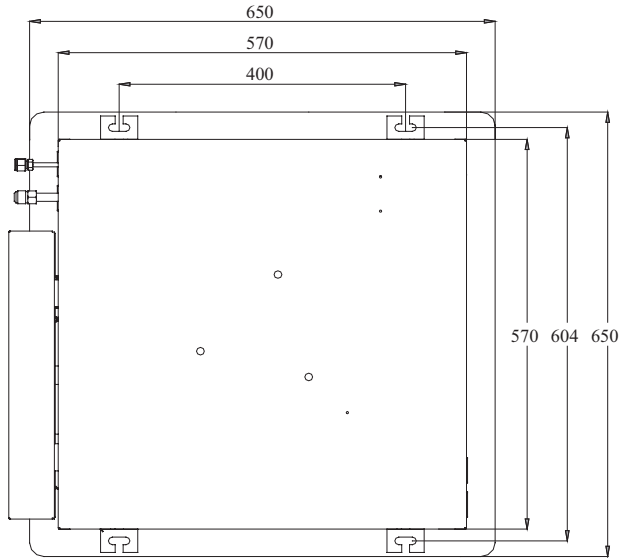

Рис.10.2
10.2.1 Блоки кассетного типа (рис.10.2)